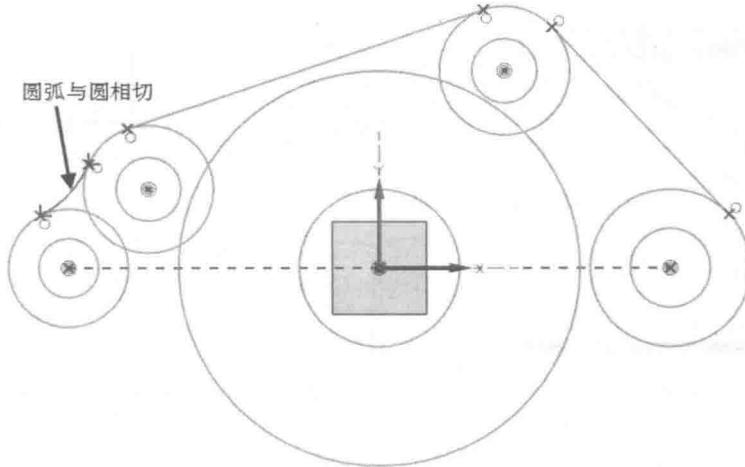

图 1-2-19 约束圆弧与圆相切
(11) 添加几何约束。在【草图工具】工具条中选择  (约束) 按钮，如图 1-2-19 所示，在草图中分别选择圆弧与圆，草图左上角出现【约束】浮动工具条，在其中选择 ，约束其相切。